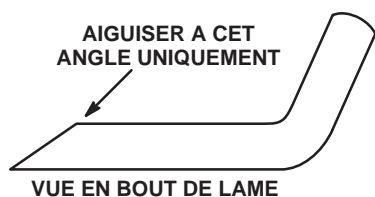

Figure 89
3. Examinez les tranchants de toutes les lames et aiguissez-les s'ils sont émoussés ou ébréchés. N'aiguissez que le haut du tranchant et conservez l'angle de coupe d'origine pour obtenir une coupe nette (Fig. 89). Limez la même quantité de métal sur chacun des deux tranchants pour ne pas déséquilibrer la lame.